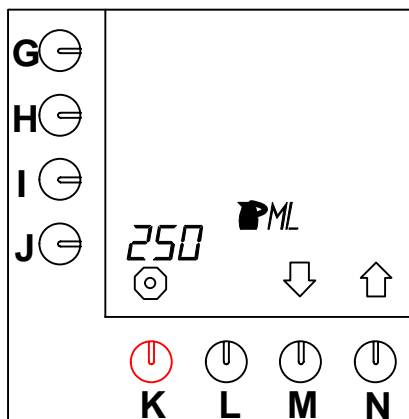

Fig. 36 Innehåll mugg
- Tryck på valtangenten (N.)↑ tills fig. 36 visas på displayen.